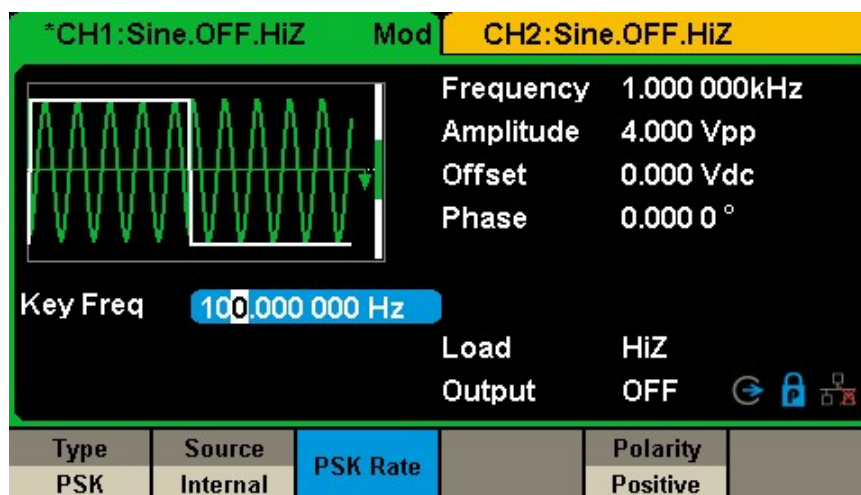

図 2-29 PSK 変調設定インターフェース
**Mod** → **Type** → **PSK** を押すと、PSK 変調のパラメータが図 2-29 に表示されます。